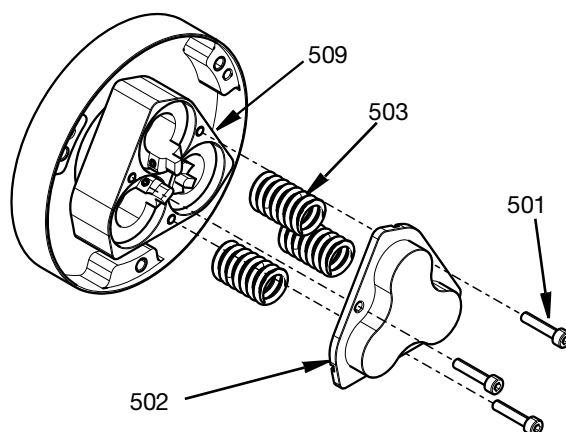

FIG. 10
2. Aby uzyskać dostęp do prętów zaworu odcinającego (512) i tłoków (506), należy najpierw równomiernie wykręcić trzy śruby M4 (501). Następnie można zdjąć pokrywę cylindra (502) wraz ze sprężynami (503). Patrz FIG. 10.